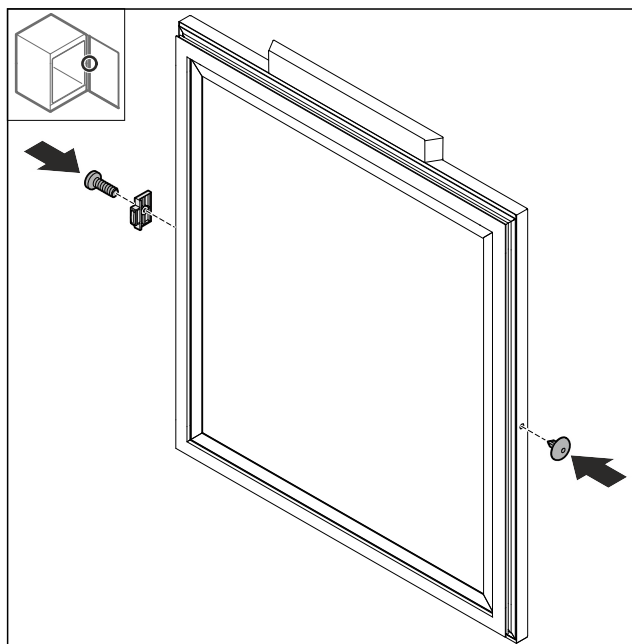

Fig. 74
- Za 180° obrnjen nastavek za vrata Fig. 74 (1) namestite na nasprotni strani.
- Pokrov Fig. 74 (2) vstavite na nasprotni strani.